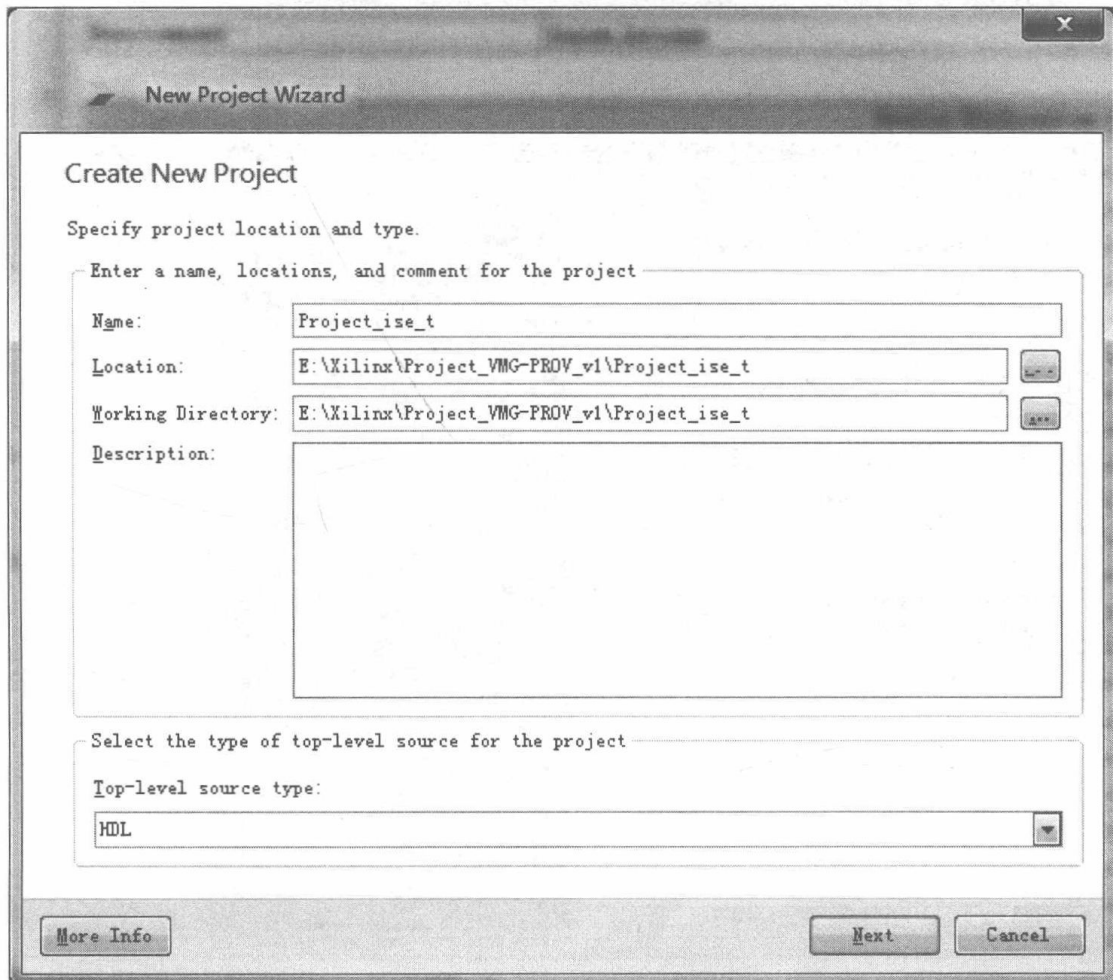

图 1-6 新建 Xilinx ISE 工程
(2) 在 ISE 菜单栏选择“File”→“New Project”，在图 1-6 所示的界面选择工程存放位置和工程名称，工程存放位置和名称可以自定义，选好之后点击“Next”按钮。